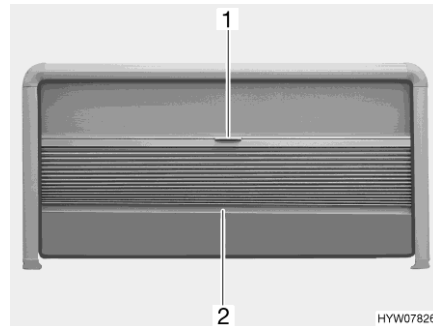

Fig. 44 Estor plegable y mosquitera enrollable (ventana abatible)
*Cerrar:* ■ Cogér el estor plegable por el centro de la tablilla final (Fig. 44,2) y tirar con cuidado hacia abajo.
*Abrir:* ■ Sujetar la tablilla final (Fig. 44,2) del estor plegable por el centro y empujar el estor plegable cuidadosamente hacia arriba.
*Cerrar:* ■ Tirar hacia abajo la mosquitera enrollable (Fig. 44,1) mediante el tirador.
*Abrir:* ■ Empujar completamente hacia arriba la mosquitera enrollable (Fig. 44,1) mediante el tirador.